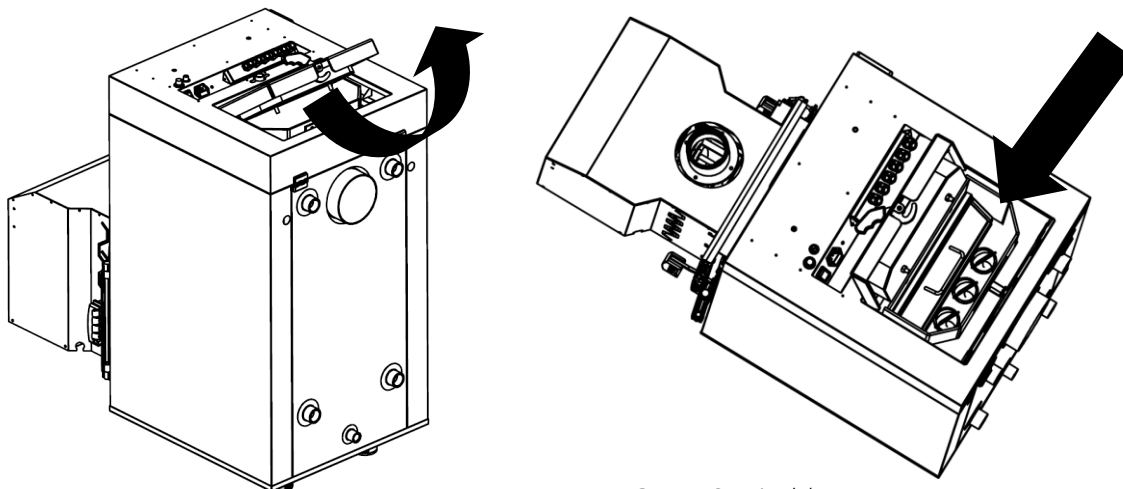

Abb. 19a. Reinigen des Rohrwärmetauschers im Kessel EKO-PE SMART 12-15 kW in der Ausführung mit seitlichem Vorratsbehälter.
- bei der Kesselausführung mit dem seitlich neben dem Kessel aufgestelltem Vorratsbehälter (d.i. in den Ausführungen STANDARD und BOX) den Reinigungsgriff der Waschluge verwenden und anschließend die Abdeckung in Richtung des Reglers anheben (Abb. 19a),